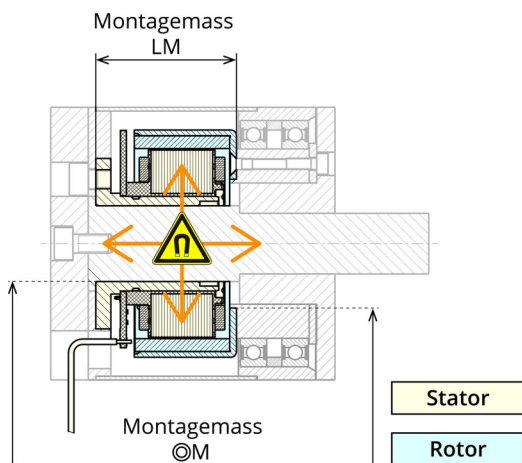

Abbildung 3-19 Einbaulage von Stator und Rotor
- 41) Vergewissern Sie sich, dass Rotor und Stator korrekt ausgerichtet sind und überprüfen Sie die Baulänge (→Abbildung 3-19; Montagemass **LM**).
43) Überprüfen Sie die Baulänge und Konzentrität (→Abbildung 3-19; Montagemasse **LM** und **©M**).